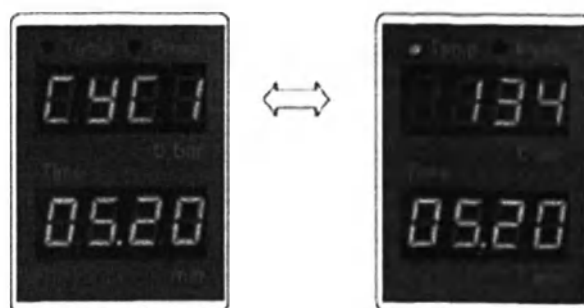

Рис. 9: Вид дисплея в режиме изменения цикла
1. Если нажать кнопку <Change/Save>, то на светодиодный дисплей [Temp./Press.] будет выведена метка [PASS] (сокращение от PASSWORD), а на светодиодном дисплее [Time] отображается поле для ввода пароля [0000] с мигающей первой позицией. Ввод заданного пароля осуществляется изменением значений при помощи кнопок <△,▽>, при этом положение курсора изменяется кнопками <◀,▶>, после чего следует еще раз нажать кнопку <Change/Save>. Режим изменения показан на Рис. 9: если пароль введен правильно, то загорается светодиодный индикатор кнопки <Change/Save>. Если введенный пароль является неправильным, дисплей вернется в состояние, соответствующее этапу готовности стерилизатора. На светодиодном дисплее [Temp./Press.] отображается заданное значение температуры обработки ([134]) и номер цикла ([CyC1]) для программы, которая будет изменена. Светодиодный дисплей будет поочередно принимать вид, показанный на рисунке ниже. Первые две цифры ([03.]), показанные на светодиодном дисплее [Time], являются заданной длительностью обработки (в минутах), а следующие две цифры [00] представляют собой заданную